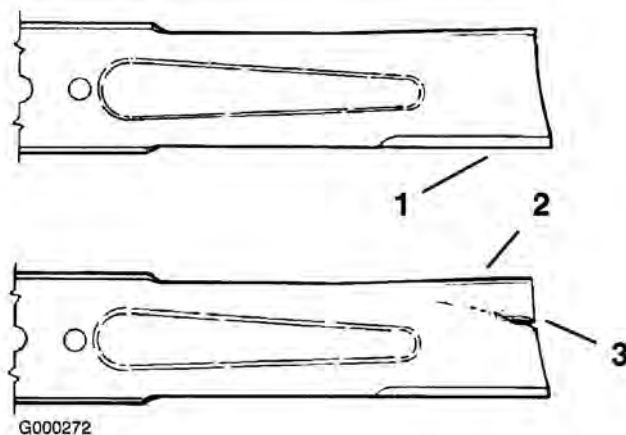

Figura 55
1. Inspeccione los filos de corte (Figura 55). Si los bordes no están afilados o tienen muescas, retire las cuchillas y afílelas. Consulte Afilado de las cuchillas.
2. Inspeccione las cuchillas, especialmente la parte curva (Figura 55). Si observa daños, desgaste o la formación de una ranura en esta zona (Figura 55), instale inmediatamente una cuchilla nueva.